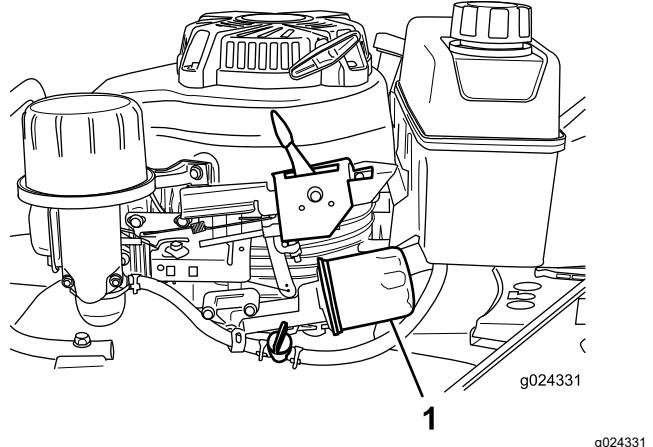

Figura 25
6. Mettete un panno sotto il filtro dell'olio (Figura 25) per raccogliere l'olio che fuoriesce mentre togliete il filtro.